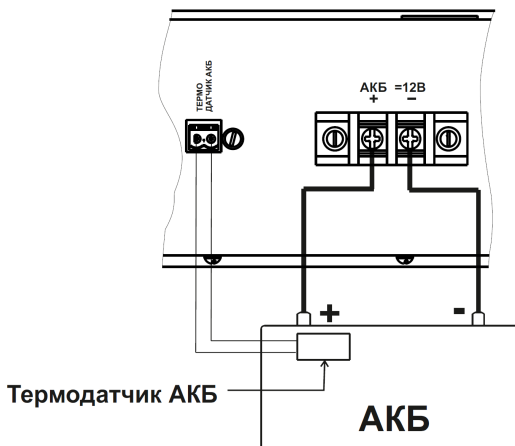

Рисунок 5 – Подключение АКБ и термодатчика АКБ.
- ♦ Подключите к источнику, **соблюдая полярность**, перемычки для подключения внешней АКБ (см. рисунок 5) (перемычки АКБ входят в комплект поставки);
- ♦ При необходимости термокомпенсации напряжения заряда АКБ подключите термодатчик к контактам колодки «Термодатчик АКБ». Чувствительный элемент термодатчика закрепите на корпусе внешней АКБ в непосредственной близости от клеммы «+» с помощью липкой ленты. Для корректной работы термодатчика необходимо обеспечить плотное прилегание чувствительного элемента датчика к поверхности корпуса батареи (см. рисунок 5).